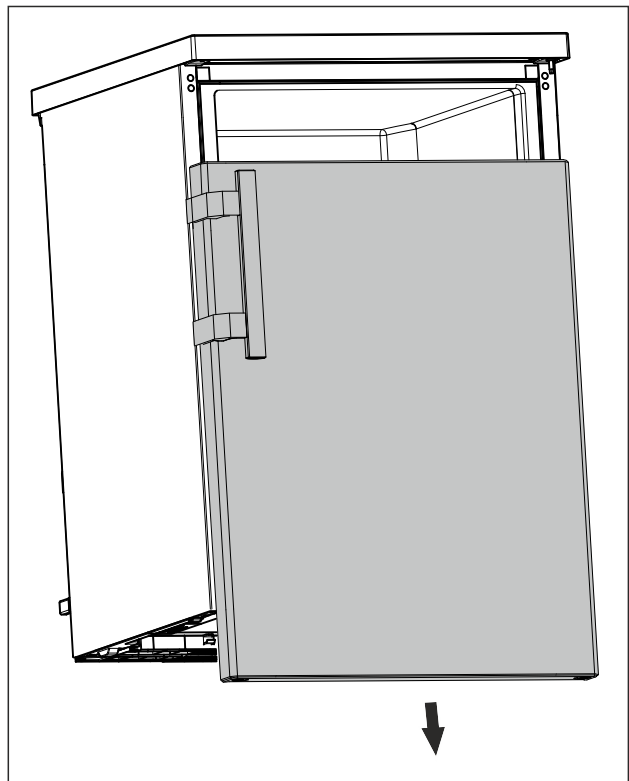

Fig. 17
- ▶ Hiqni derën nga poshtë. (shihni Fig. 17)